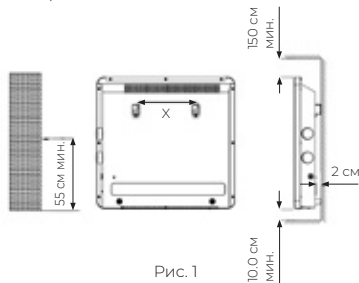

Рис. 1
- Просверлите отверстия в стене с помощью сверла диаметром 8 мм, как показано на рис. 1, и вставьте дюбели в сделанные отверстия.